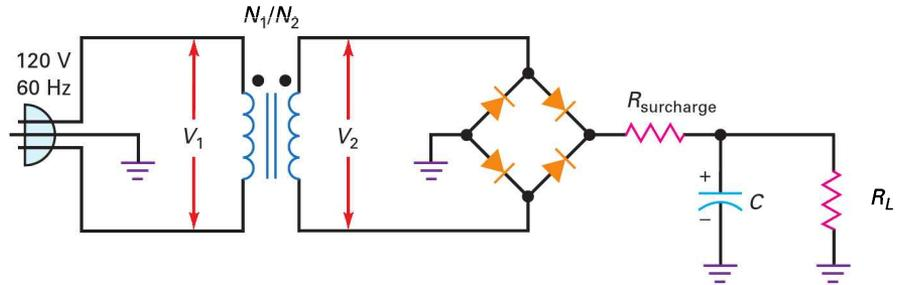

Figure 4.19
La figure 4.19 illustre cette notion. Une faible résistance est insérée entre le pont redresseur et le condensateur de filtrage. Sans cette protection, le courant de
Quelle est la tension inverse de crête dans la figure 4.19 si le rapport de transformation est 8/1 ? La diode 1N4001 a une tension de claquage égale à 50 V. Est-il prudent d'utiliser ce type de diode dans le circuit proposé ?
4.10 Avez-vous compris ? Sur la figure 4.19, le rapport de transformation passe à 2/1. Quelle diode de la série 1N4000 faut-il à présent utiliser ?